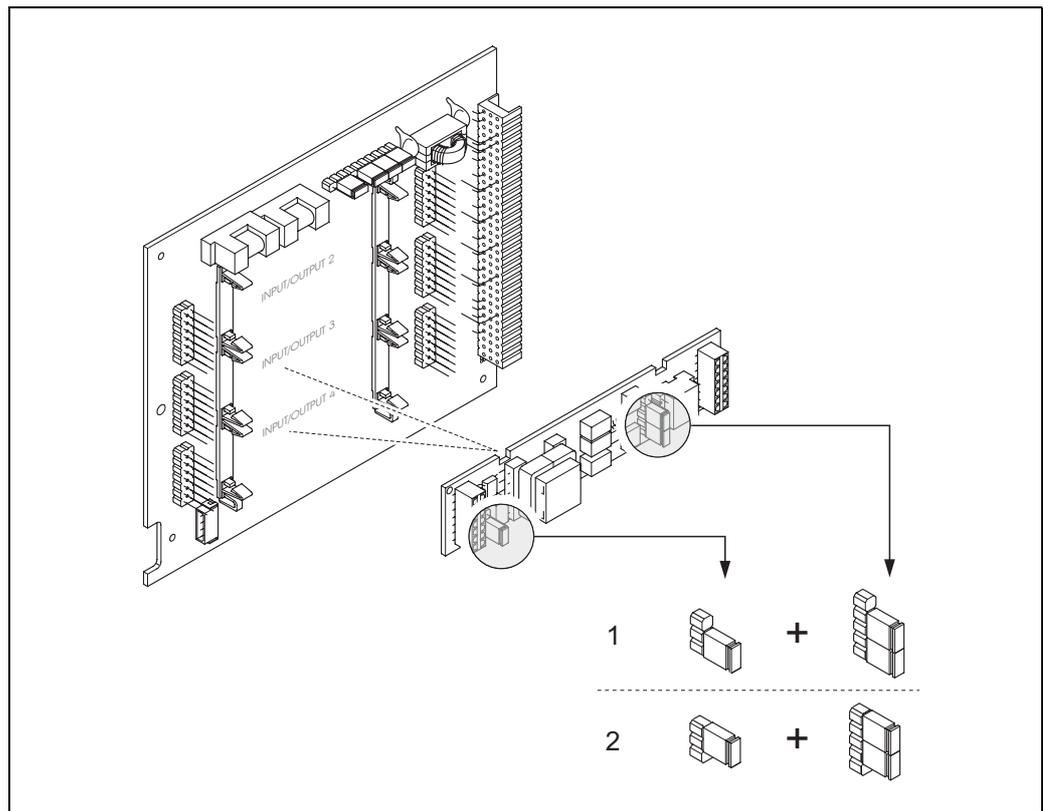

Рис. 35: Конфигурирование токовы входов при помощи переключателей (гибкий модуль ввода/вывода)
3. Установите переключатели в соответствии с → Рис. 35